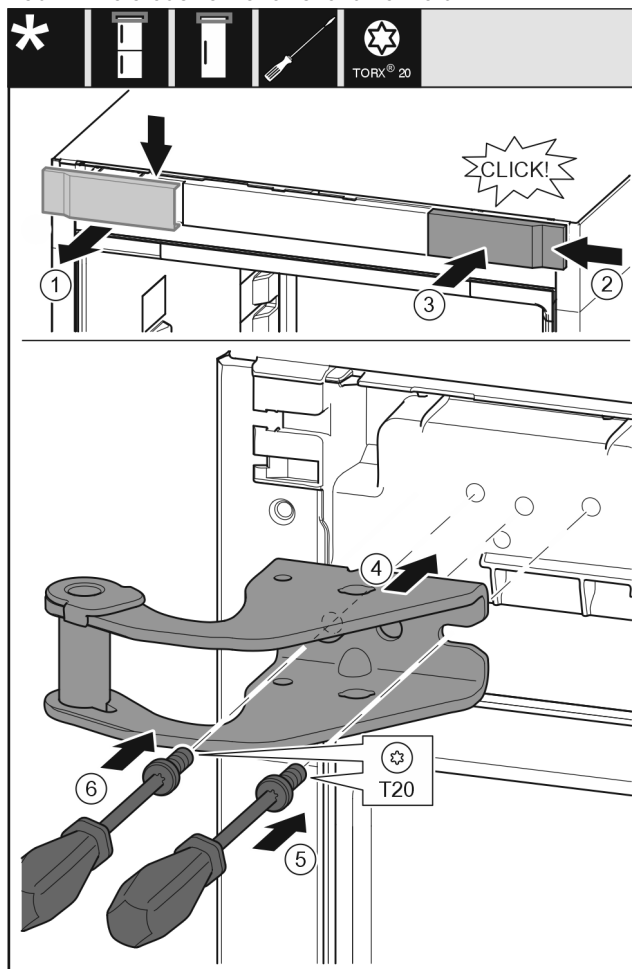

Fig. 10
- ▶ Odoberte kryt zhora dopredu. Fig. 10 (1)
- ▶ Kryt zaveste na druhú stranu sprava otočený o 180°. Fig. 10 (2)
- ▶ Kryt zaklapnite. Fig. 10 (3)
- ▶ Nasad'te hornú ložiskovú konzolu. Fig. 10 (4)
- ▶ Skrutku nasad'te a pevne zaskrutkujte skrutkovačom T20. Fig. 10 (5)
- ▶ Skrutku vložte a pevne zaskrutkujte skrutkovačom T20. Fig. 10 (6)